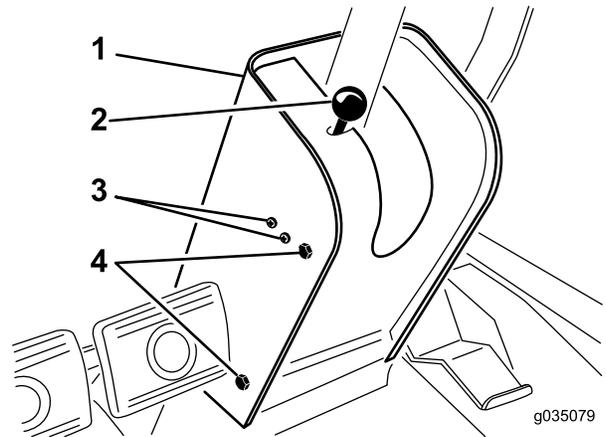

Bild 75
2. Nehmen Sie das Handrad von der Feststellbremsstange und die Schrauben von der Abdeckung der Lenksäule (Bild 75).
4. Lösen Sie die Schrauben und Muttern, mit denen der Schalter für die Feststellbremse links an der Lenksäule befestigt ist (Bild 75).